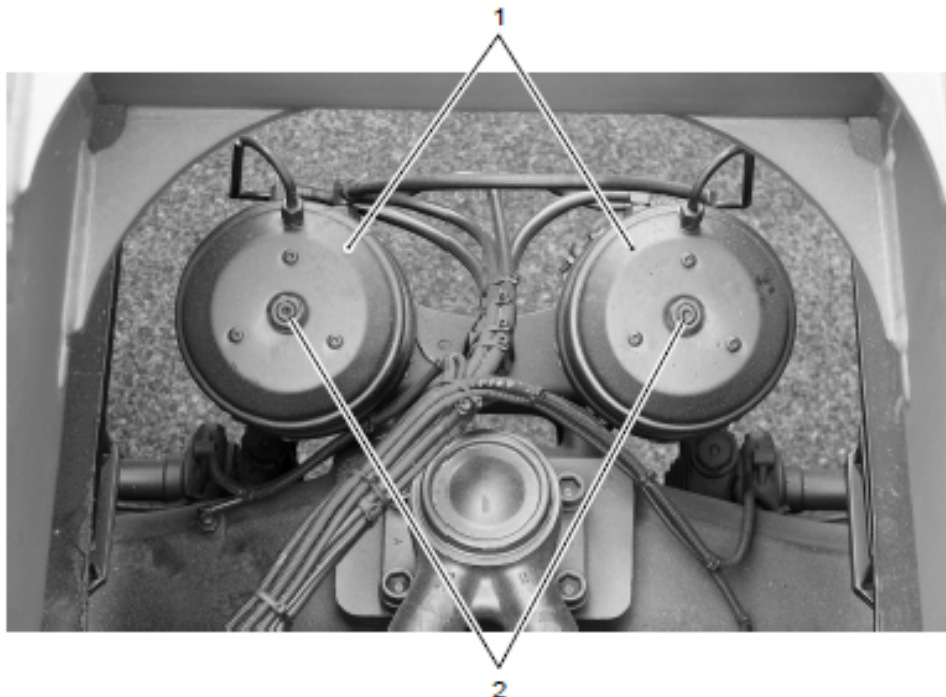

Abb. 2-231 Federspeicherbremszylinder HP
- (1) Fahrzeug mit Unterlegkeilen gegen Wegrollen sichern.
- (2) Lösespindeln (Abb. 2-231/2) der Federspeicherbremszylinder (Abb. 2-231/1) bis zum Anschlag nach links drehen.